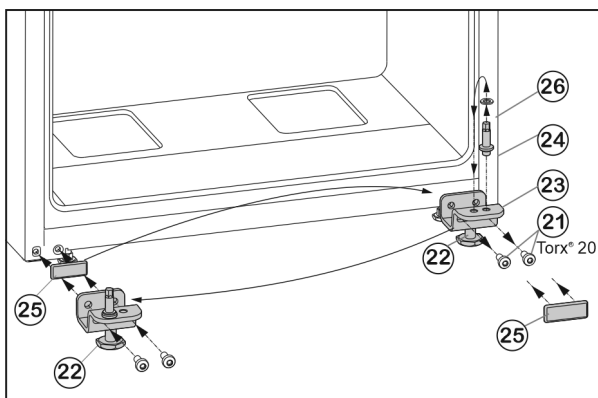

Fig. 9
- ▶ Atsukite tvirtinimo varžtus Fig. 9 (21).
- ▶ Nuimkite visą apatinę atraminę gembę Fig. 9 (23) su atraminiu varžtu Fig. 9 (24), poveržle Fig. 9 (26) ir reguliavimo kojele Fig. 9 (22).
- ▶ Visiškai atsukite atraminį varžtą Fig. 9 (24) su poveržle Fig. 9 (26), perkeltkite į priešingoje atraminės gembės pusėje esančią tvirtinimo angą ir vėl priveržkite.
- ▶ Atsargiai nuimkite dengiamąją plokštelę Fig. 9 (25) ir perkeltkite ją į priešingą pusę.
- ▶ Apatinę atraminę gembę Fig. 9 (23) su atraminiu varžtu Fig. 9 (24), poveržle Fig. 9 (26) ir reguliavimo kojele Fig. 9 (22) vėl tvirtai prisukite kitoje lankstų pusėje, prireikus, naudodami akumuliatorinį atsuktuvą (su 4 Nm).
- ▶ Duris iš viršaus uždėkite ant atraminio varžto Fig. 9 (24).
- ▶ Išsukite reguliavimo kojele Fig. 9 (22) apatinėje atraminėje gembėje Fig. 9 (23), kol ji priglus prie žemės.